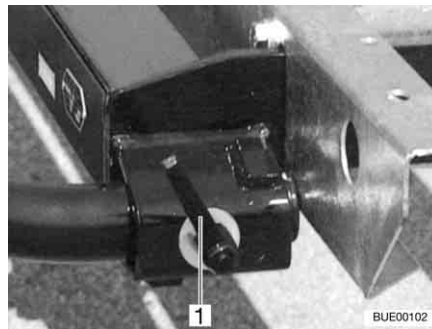

Bild 5 Snabblås
- Sätt i hållaren till vänster och höger i fästena i ramen och säkra med ett snabblås (Bild 5,1).
- Lås upp snabblåset (Bild 5,1) och ta av hållaren ur fästena i ramen.